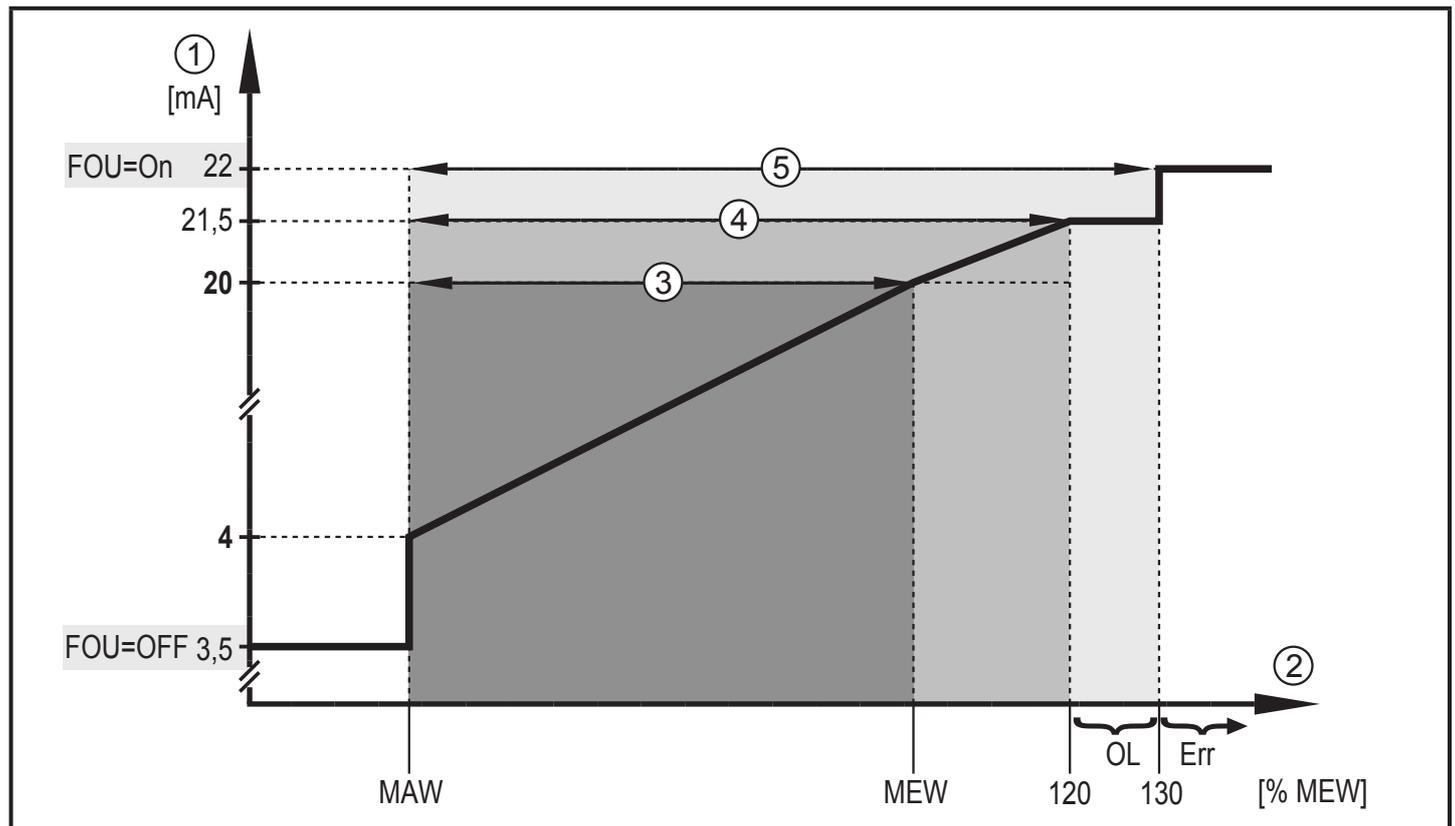

Figure 1
- Si la valeur mesurée est hors de la plage de mesure ou en cas d'une erreur interne, les signaux de courant indiqués dans la figure 1 et 2 sont fournis.